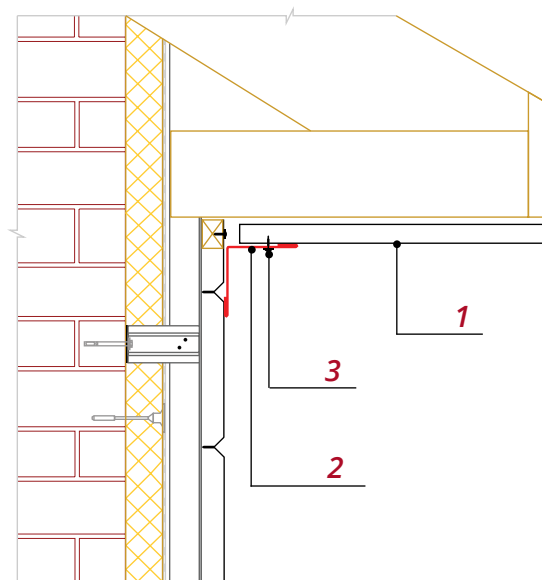

Рис. 26
■ Если требования к внешнему виду объекта не требуют скрыть крепеж, для окончания отделки фасада используйте Планку угла внутреннего 50*50 (рис.26).